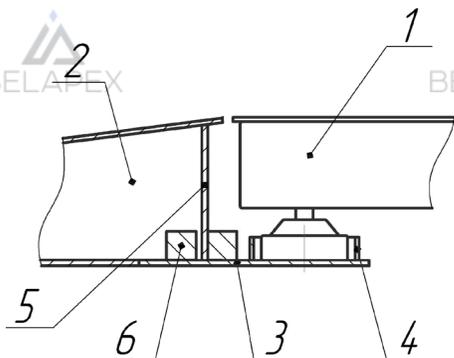

Рисунок 3. Схема соединения платформы и пандусов к весам ВСП4-А
2.2.2.2 Ввернуть опоры в резьбовые отверстия датчиков платформы таким образом, чтобы высота платформы была равна высоте пандусов. Расположить опоры платформы 1 (Рисунок 3) в гнездах 4 ограничителей 3, а ребра 5 пандусов 2 поместить в зазоры между упорами 6 ограничителей 3.